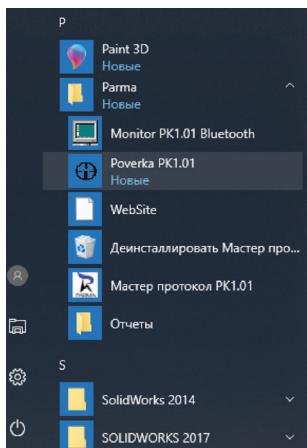

Рисунок 42
7.6 Программа установки добавит значки для запуска ПО «Мастер поверки РК1.01» из меню программ. По умолчанию создается каталог с именем «Поверка РК1.01» (рисунок 42).